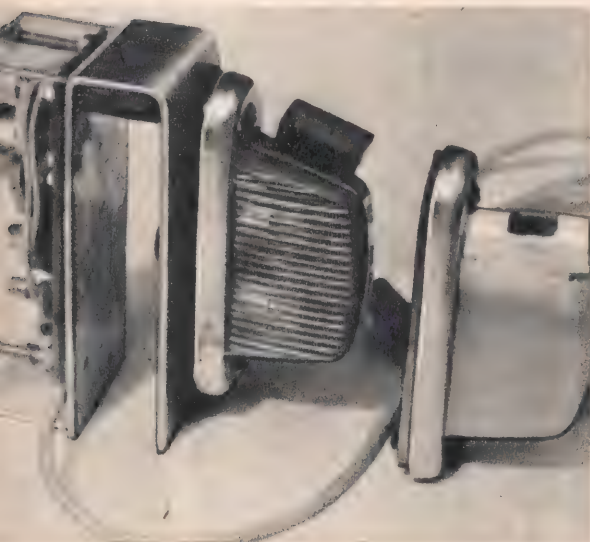

Abb. 8
1. Aufbau einer getrennten Parkleuchte mit der Schaltung nach Abb. 8. Der Vorteil ist der, daß das Gerät nur im Bedarfsfall über die Autosteckdose an das Bordnetz angeschlossen wird. Die Parkleuchte wird auf die Windschutzscheibe aufgesetzt und festgeklemmt. Abb. 8 zeigt auch die Anordnung des Fotowiderstandes. Einmal wurde die Plastkappe der Lampe etwas vergrößert und der Fotowiderstand direkt eingeklebt. Im anderen Beispiel wurde der Fotowiderstand aus einem defekten Glasgehäuse entfernt und isoliert mit Epoxidharz in ein kleines Metallgehäuse eingegossen. In den Boden dieses Gehäuses wurde vorher eine